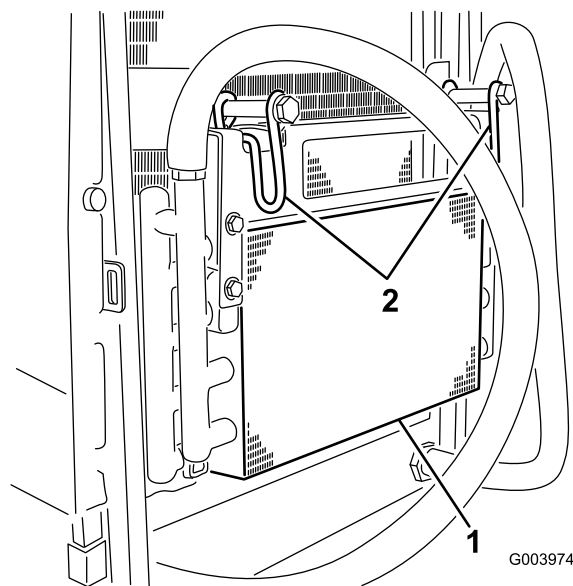

Figura 58
6. Gire el cierre hacia dentro para liberar el enfriador de aceite (Figura 58).